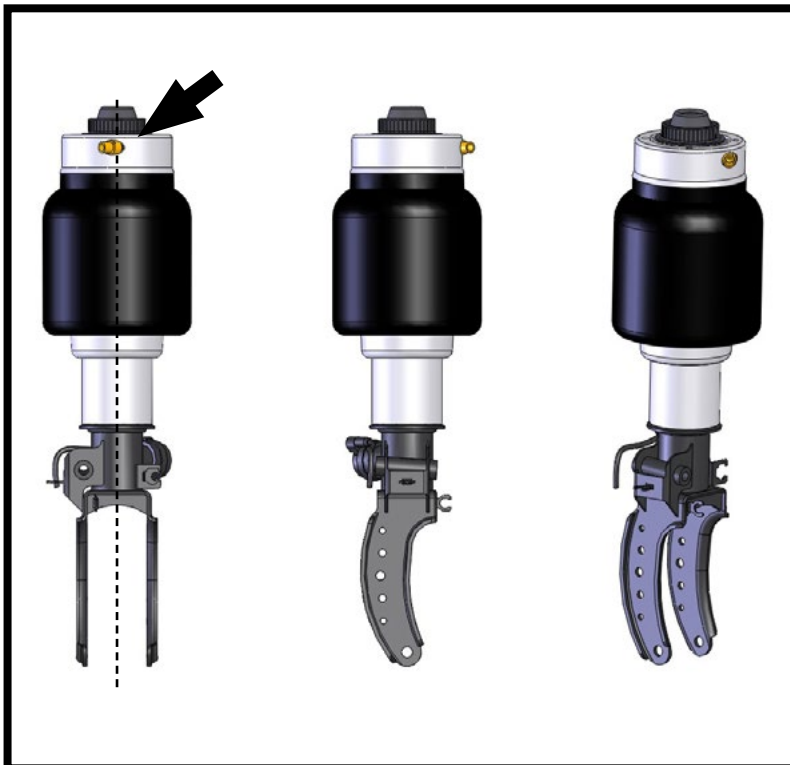

ABBILDUNG 20-7
8. LUFTEINLASS MIT STOSSDÄMPFERGABEL AUSRICHTEN (ABBILDUNG 20-7).